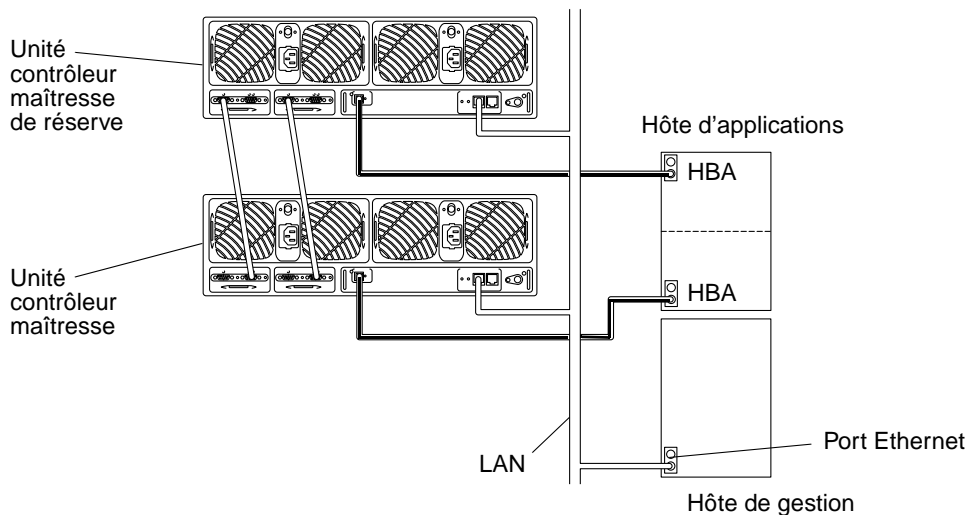

FIGURE 8-1 Exemple de configuration d'entreprise de baies Sun StorEdge T3+
- L'hôte d'applications a deux HBA connectés, comme illustré à la FIGURE 8-1.